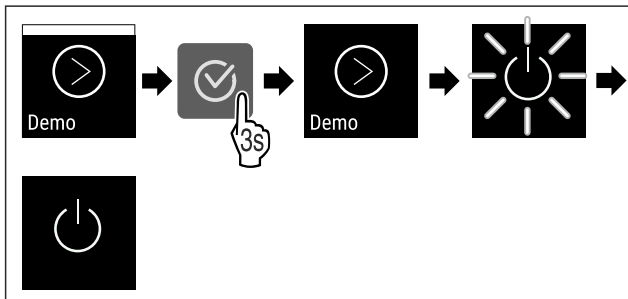

Fig. 112
- ▶ Изпълнете стъпките (виж Fig. 112) .